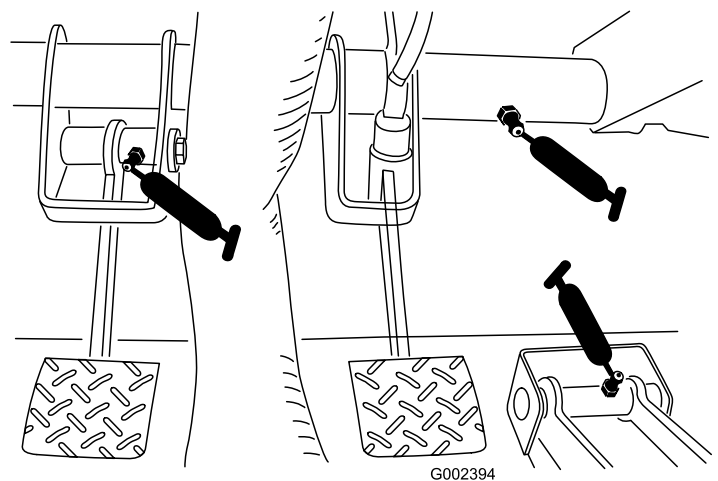

Figure 42
- Embrayage (1), accélérateur (1), frein (1) (Figure 42)